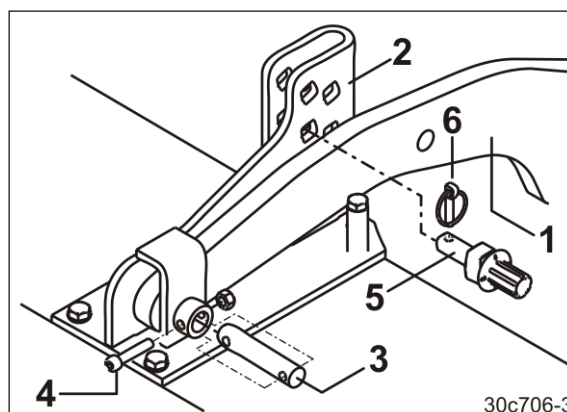

Fig. 83
4. Fest bærearmen til trommelen (Fig. 83/1) med en bolt (Fig. 83/3) på justeringssegmentet (Fig. 83/2). Sikre bolten med en skrue med mutter (Fig. 83/4).
5. Sett dybdereguleringsbolten (Fig. 83/5) i den nærmeste boringen over bærearmen og sikre dybdereguleringsbolten med en låsesplint (Fig. 83/6).